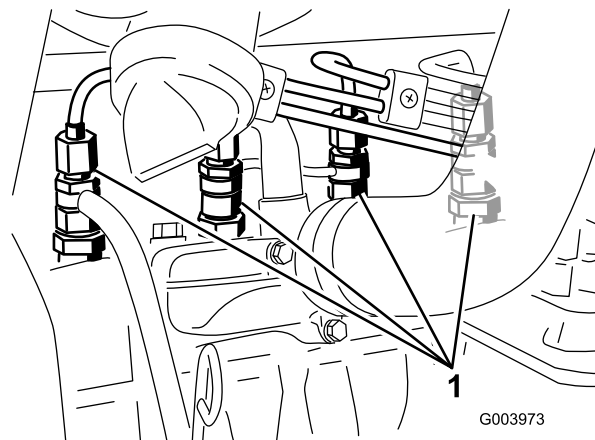

図 64
1. 燃料噴射ポンプの No.1インジェクタ・ノズル(図 64)へのパイプ接続部をゆるめる。